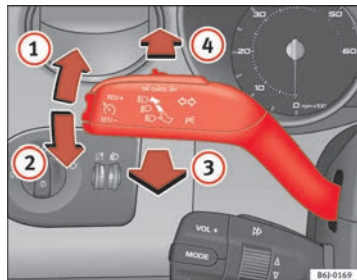

Fig. 56 Leva degli indicatori di direzione e degli abbaglianti
- Spingere la leva verso l'alto (fino al riscontro) ⇒ fig. 56 ① se si vuole mettere la freccia **a destra**; verso il basso ② invece, per mettere la freccia **a sinistra**.
- Per accendere gli abbaglianti si deve spingere in avanti la leva ⇒ fig. 56 ④.